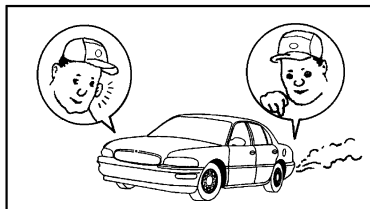

图 1-11
- 在发动机运转状态下,听察有无异响,观察各仪表工作是否正常(图 1-11)。